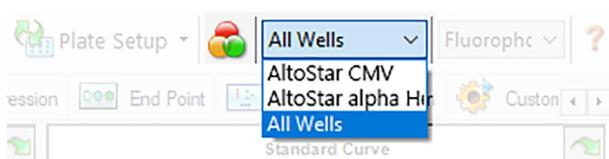

Figura 4: Botón Well Group (grupo de pocillos) y menú desplegable Well Group (grupo de pocillos)
En la ventana Data Analysis (análisis de datos), asegúrese de seleccionar el **Well Group** (grupo de pocillos) del kit AltoStar® CMV PCR Kit 1.5. Por tanto, haga clic en el menú desplegable **Well Group** (grupo de pocillos) junto al botón **Well Group** (grupo de pocillos) (consulte la figura 4) de la barra de herramientas. No utilice el **Well Group** (grupo de pocillos) «All Wells» (todos los pocillos). La selección de la figura 4 se usa como vista de ejemplo general.
1. En la ventana Data Analysis (análisis de datos), asegúrese de seleccionar el **Well Group** (grupo de pocillos) del kit AltoStar® CMV PCR Kit 1.5. Por tanto, haga clic en el menú desplegable **Well Group** (grupo de pocillos) junto al botón **Well Group** (grupo de pocillos) (consulte la figura 4) de la barra de herramientas.